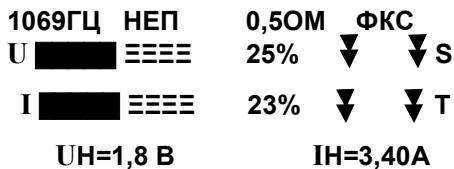

Рис. 2
Если выбран автономный режим или кабель подключен правильно, то индикатор высвечивает экран «Основной». Типовой вид основного экрана показан на рис. 2.
- значок напряжения «U», имитация аналоговой шкалы напряжения на первичной обмотке выходного трансформатора, величина в процентах от номинального значения вышеуказанного напряжения, значок ограничения уровня (в виде двух треугольников), появляющийся при достижении напряжения на первичной обмотке выходного трансформатора значения $U_m=60,2$ В, значок ограничения уровня мощности «S», появляющийся при достижении мощности ($U \times I$) значения $P_m=256$ Вт, например, как показано на рис. 2;
- значок тока «I», имитация аналоговой шкалы тока в первичной обмотке выходного трансформатора, значение в процентах от номинального значения вышеуказанного тока, значок ограничения уровня, появляющийся при достижении тока в первичной обмотке выходного трансформатора значения $I_m=7,53$ А, значок ограничения уровня мощности «T», появляющийся при достижении температуры радиатора усилителя мощности значения $T_{гр1}=80^\circ\text{C}$, например, как показано на рис. 2;